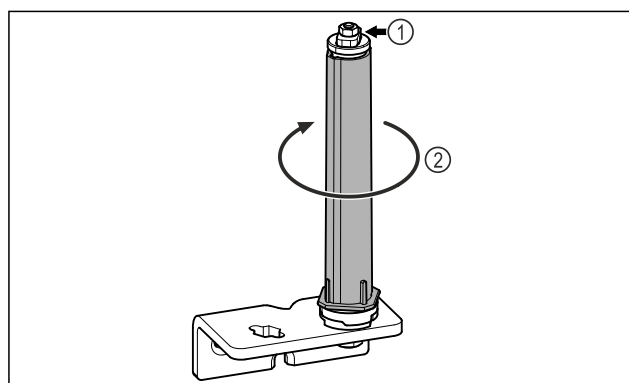

Fig. 23
- ▶ Не разглобявайте затварящата система на вратата Fig. 23 (1).
- ▶ Въртете затварящата система Fig. 23 (2), докато тя щракне.